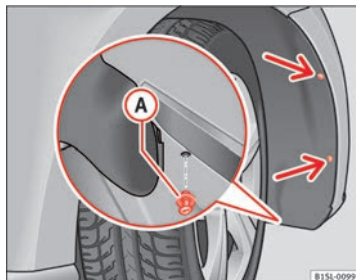

Abb. 154 Im Radhaus vom rechts: Befestigungsschrauben (Pfeile) herausdrehen und Spreizniet (A) entfernen.
2. 2 Befestigungsschrauben der Radhausverkleidung ⇒ Abb. 154 (Pfeile) mit dem Schraubendreher aus dem Bordwerkzeug herausdrehen ⇒ Seite 257.
9. Anschlussstecker ① auf den Lampenhalter stecken. Der Anschlussstecker muss hörbar einrasten.
11. Spreizniet in die Radhausverkleidung und den Stoßfänger einsetzen und vollständig hineindrücken  $\Rightarrow$  Abb. 154 ②.
12. Die 2 Befestigungsschrauben  $\Rightarrow$  Abb. 154 (Pfeile) mit dem Schraubendreher festdrehen. ■